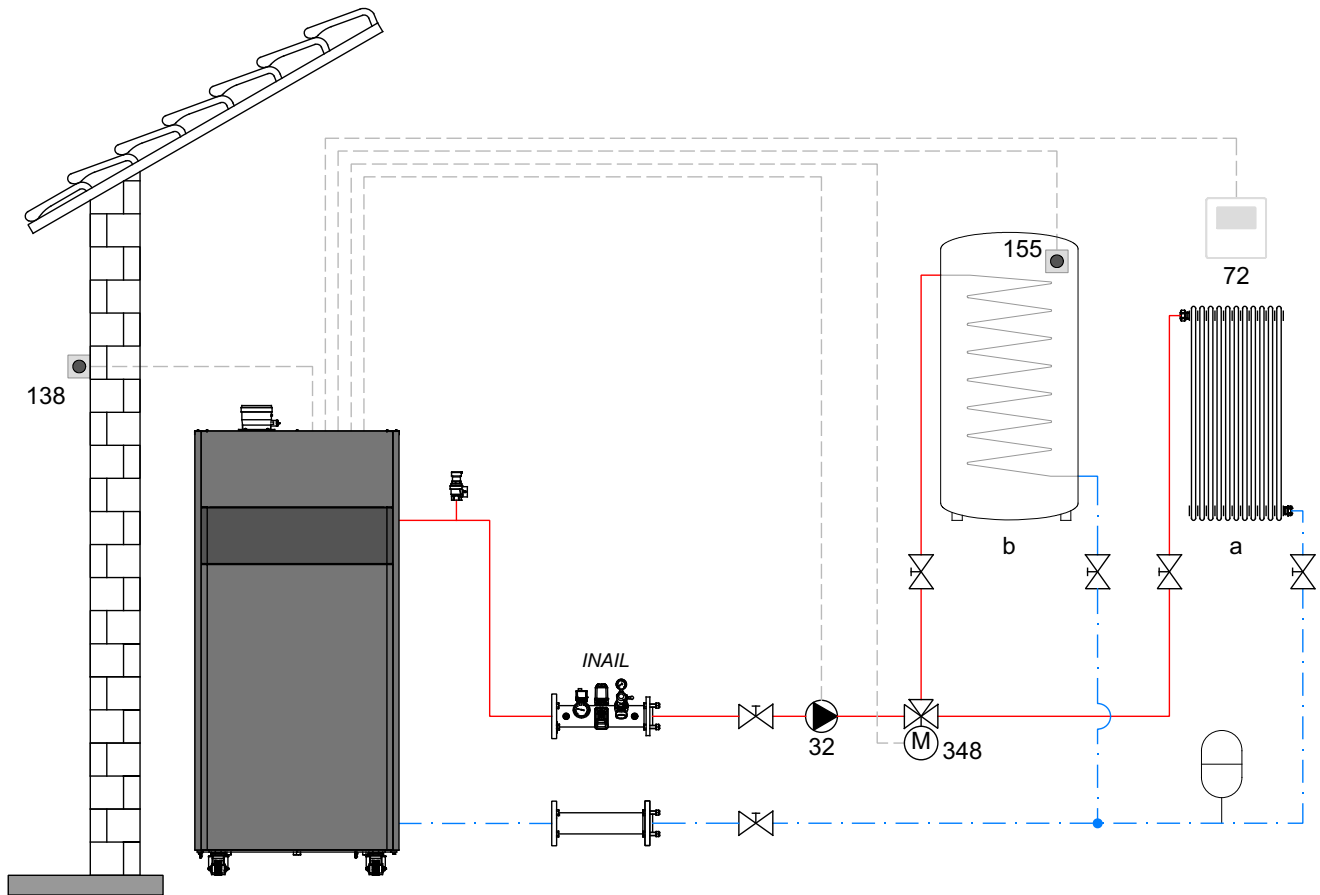
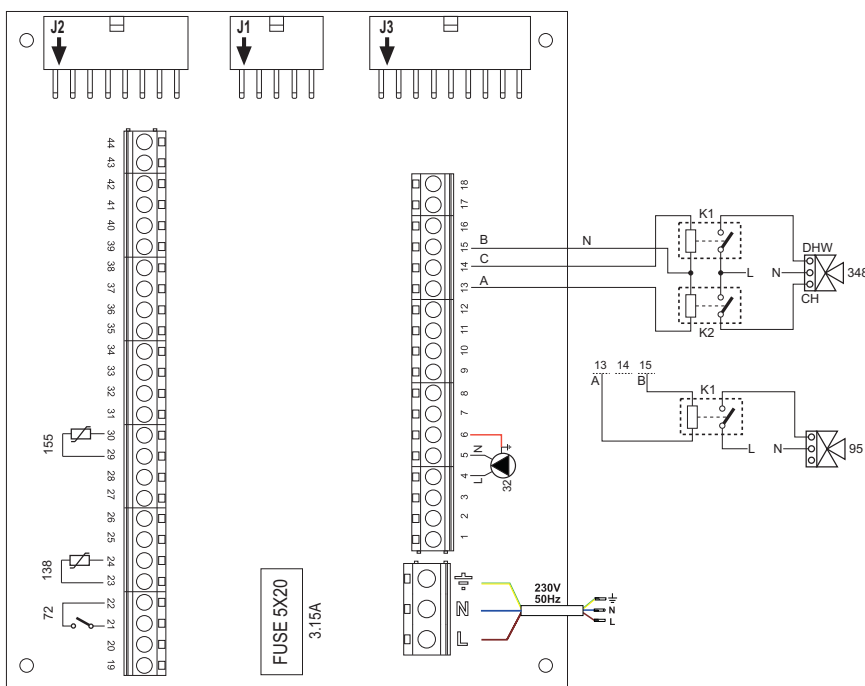

fig. 43
fig. 44
**Pour éviter d'endommager la carte, il est recommandé d'utiliser des relais externes pour contrôler la vanne 3 voies, comme indiqué dans fig. 44.**
Légende (fig. 43 et fig. 44)